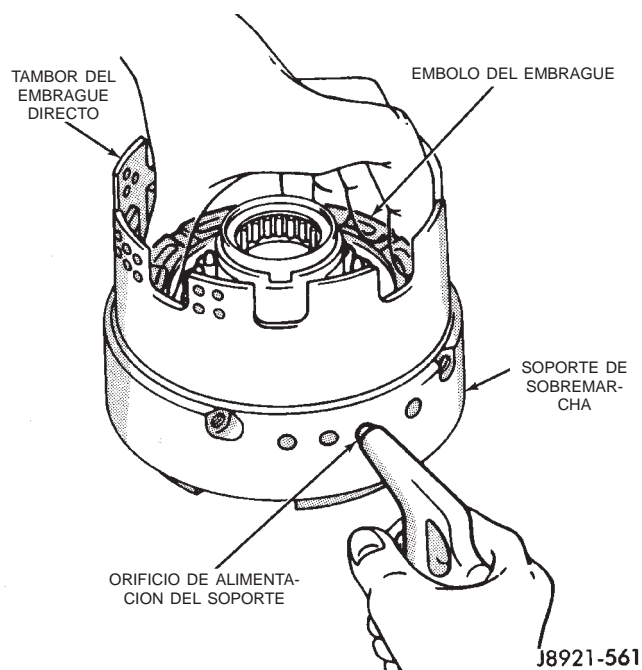

Fig. 232 Desmontaje del émbolo del embrague directo
(11) Retire el émbolo del embrague. Vuelva a instalar el embrague en el soporte de sobremarcha (Fig. 232). Aplique aire comprimido a través del orificio de alimentación del émbolo en el soporte para retirar el émbolo. Utilice únicamente el aire suficiente como para extraer el émbolo.
(12) Retire y deseche los anillos O del émbolo del embrague.